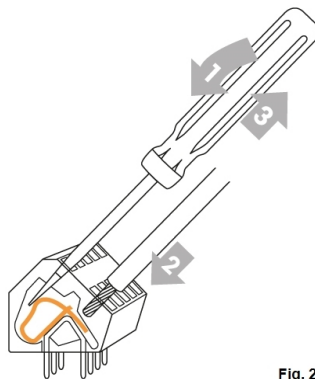

Fig. 2
3. Open de klemmen met een spanningzoeker (afbeelding 2) en sluit het elektrische systeem aan op de regelaar.